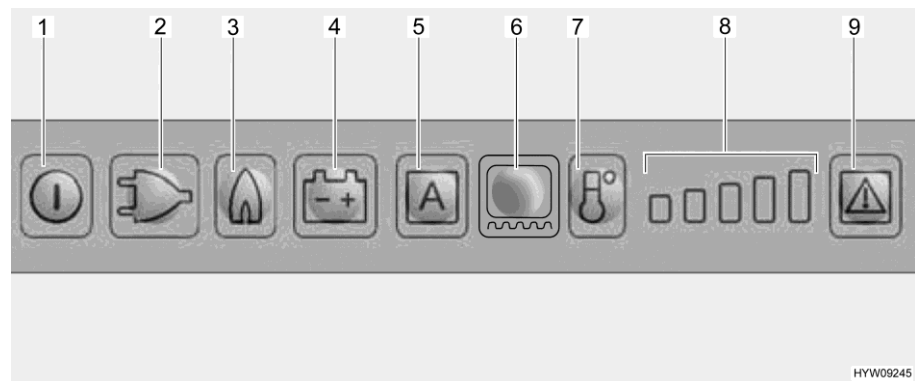

Bild 248 LED-Bedienfeld (Kühlschrank Dometic)
Beim Anwählen des Gasbetriebs wird die Zündsicherung automatisch geöffnet, so dass Gas zum Brenner strömen kann. Gleichzeitig wird der elektronische Zünder eingeschaltet. Erlischt die Gasflamme, z. B. durch einen Luftzug, wird der Zünder sofort aktiviert und zündet das Gas wieder an. Bei Störung im Gasbetrieb blinken die Leuchttasten Gas (Bild 248,3) und Störung (Bild 248,9), und es ertönt 20 Sekunden lang ein akustischer Alarm.
- Taste Ein/Aus (Bild 248,1) etwa 2 Sekunden lang drücken. Der Kühlschrank schaltet sich ein, die zuletzt gewählte Betriebsart wird angezeigt.
- Leuchttaste für die gewünschte Betriebsart (Bild 248,2 - 4) oder den Automatikmodus "AES" (Bild 248,5) (nur bei Ausführung AES) drücken.
Kühltemperatur einstellen: ■ Kühltemperatur mit der Taste Kühlstufe (Bild 248,7) einstellen. Die Kühlstufen-Anzeige (Bild 248,8) zeigt die gewählte Thermostat-Einstellung an.
Ausschalten: ■ Taste Ein/Aus (Bild 248,1) etwa 2 Sekunden lang drücken.
Kühltemperatur-Regelung Nach dem Einschalten wählt der Kühlschrank automatisch die mittlere Thermostat-Einstellung. Diese Einstellung kann manuell mit der Taste Kühlstufe (Bild 248,7) nachgeregelt werden. Es dauert einige Stunden, bis der Kühlschrank die normale Betriebstemperatur erreicht hat. Beim Umschalten auf eine andere Betriebsart wird die Thermostat-Einstellung beibehalten.
Betriebsdauer einstellen: ■ Rahmenheizung für eine Dauer von 2 Stunden einschalten: Leuchttaste Rahmenheizung (Bild 248,6) einmal drücken. Ein Balken der Kühlstufen-Anzeige (Bild 248,8) leuchtet.
■ Rahmenheizung für eine Dauer von 5 Stunden einschalten: Leuchttaste Rahmenheizung (Bild 248,6) zweimal drücken. Zwei Balken der Kühlstufen-Anzeige (Bild 248,8) leuchten.
■ Rahmenheizung auf Dauerbetrieb stellen: Leuchttaste Rahmenheizung (Bild 248,6) dreimal drücken. Drei Balken der Kühlstufen-Anzeige (Bild 248,8) leuchten.
Die Kühlstufen-Anzeige (Bild 248,8) zeigt einige Sekunden lang die Betriebsdauer der Rahmenheizung an.
Bei einer Störung blinkt die Leuchttaste Störung (Bild 248,9). Außerdem blinkt entweder eine der Leuchttasten Betriebsart oder die Kühlstufen-Anzeige. Zusätzlich ertönt ein akustisches Warnsignal. Hinweise zur Fehleranzeige und Fehlerbehebung siehe Kapitel 15.
- ▷ Nachdem eine Störung des Gasbetriebs behoben wurde, Leuchttaste Reset (Bild 248,9) drücken.